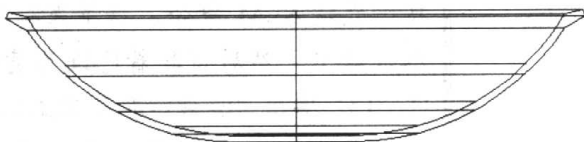

图 3-3
①选择对象：选取多段线 。②定义轴依照[对象(O)/X轴(X)/Y轴(Y)]: Y 。③指定旋转角度<360>: 。效果如图 3-3 所示。